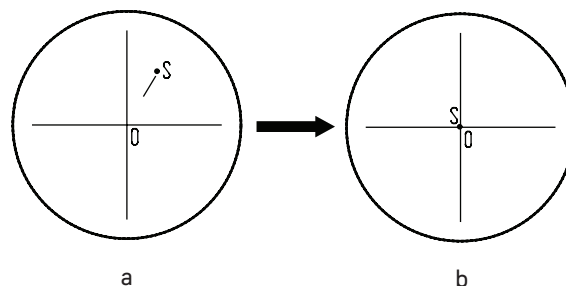

Рис.15. Настройка канала визуализации
- Установите рукоятку переключения светового потока **5** в положение для наблюдения через окуляры и камеру. Наблюдая объект через окуляры, найдите отличительную точку в поле зрения (легко идентифицируемую цель, такую как точка *S* на рис. 15а), переместите объект на предметном столике так, чтобы данная точка находилась в центре поля зрения как показано на рис. 15b. Для этой процедуры вместо обычного препарата удобно использовать специальный калибровочный слайд с перекрестьем, а вместо обычного окуляра – окуляр с перекрестьем.